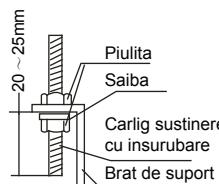

Fig.49-10
2. Fixati bratul de suport pe carligul de sustinere cu insurubare (Fig 49-10) si pregatiti suruburile de montare aflate pe unitate. (Fig 49-11)